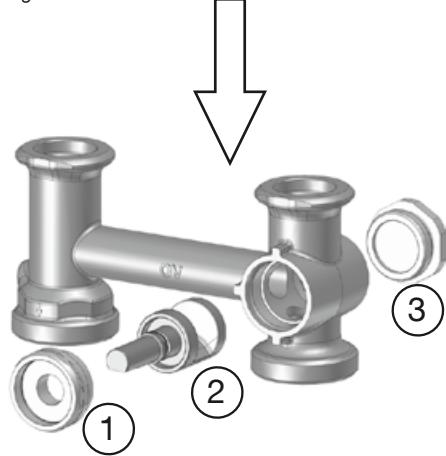

Fig. 20
- Contrôler l'alignement du boisseau de la vanne. Le méplat du boisseau doit être orienté **vers le bas et aligné horizontalement** (fig. 20). Dans cette position, l'aller est fermé par le boisseau de la vanne.